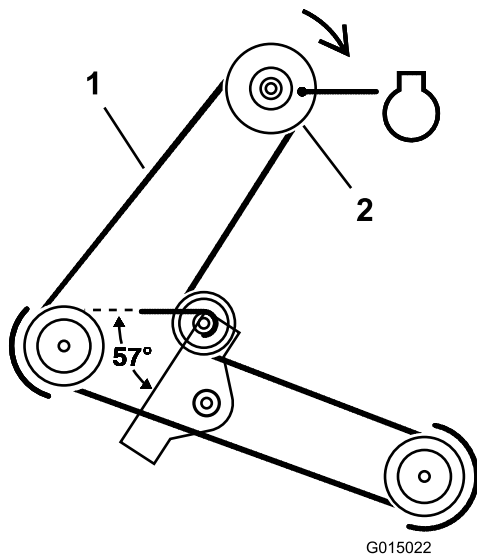

Figura 32
5. Togliete la cinghia del tosaerba dalla puleggia della frizione elettrica (Figura 32).
5. Montate la cinghia del tosaerba sulla puleggia della frizione elettrica (Figura 32).